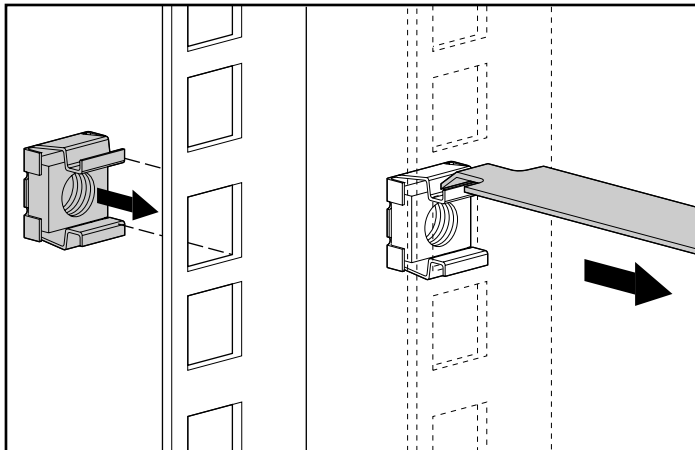

Figure 3-8 : Introduction des écrous cage
1. Placez l'écrou cage à l'intérieur du montant, comme décrit dans la figure 3-8.